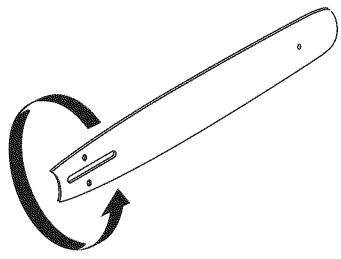

Fig. 48
- Gire la barra guía frecuentemente a intervalos regulares (por ejemplo, después de cada 5 horas de estar en marcha), para asegurarse de que las partes superior e inferior de la barra guía se desgasten de manera uniforme (Fig. 48).